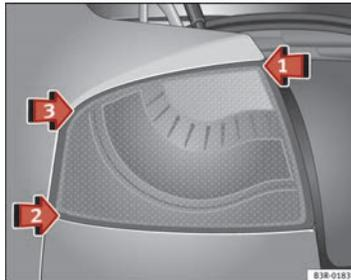
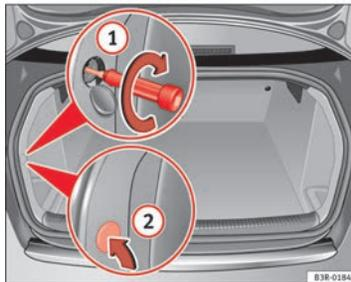

Abb. 214 Heckleuchte einbauen
Abb. 215 Gepäckraum: Lage der Befestigungsschraube der Heckleuchte
- Setzen Sie die Heckleuchte zuerst bei ⇒ Abb. 214 Pfeil ① in den Heckleuchtenträger ein.
- Drücken Sie die Heckleuchte in der Reihenfolge ② und ③ leicht an den Heckleuchtenträger, bis die Clips fest in den Gummilagern sitzen.
- Drücken Sie leicht auf die Oberseite der Heckleuchte und befestigen Sie diese vom Gepäckraum aus mit einem Schraubendreher ⇒ Abb. 215 ①.
- Die Abdeckung der Innenverkleidung ② wieder einsetzen.